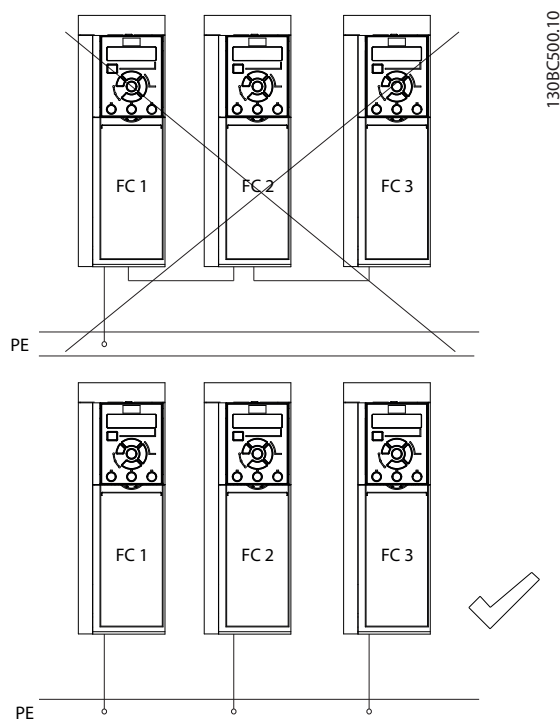

图 4.1 接地原理
- 请勿以菊花链方式将一台变频器的地线连接至另一变频器的地线上（如 图 4.1 所示）。